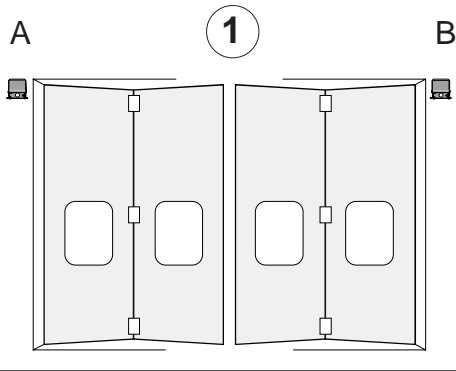

**FIG.2 ABB.2**
Eseguire la stessa procedura con il tasto "CH2" associandolo con un'altro tasto del trasmettitore (**fig.2**).
- Perform the same procedure with the "CH2" key, associating it with another transmitter key (**fig.2**).
Suivre la même procédure avec la touche "CH2" en l'associant avec une autre touche du émetteur (**fig.2**).
Gehen Sie ebenso mit Taste "CH2" vor und ordnen sie ihr eine andere Taste des Senders zu (**Abb.2**).
Efectuar el mismo procedimiento con la tecla "CH2" asociándola a otra tecla del transmisor (**fig.2**).